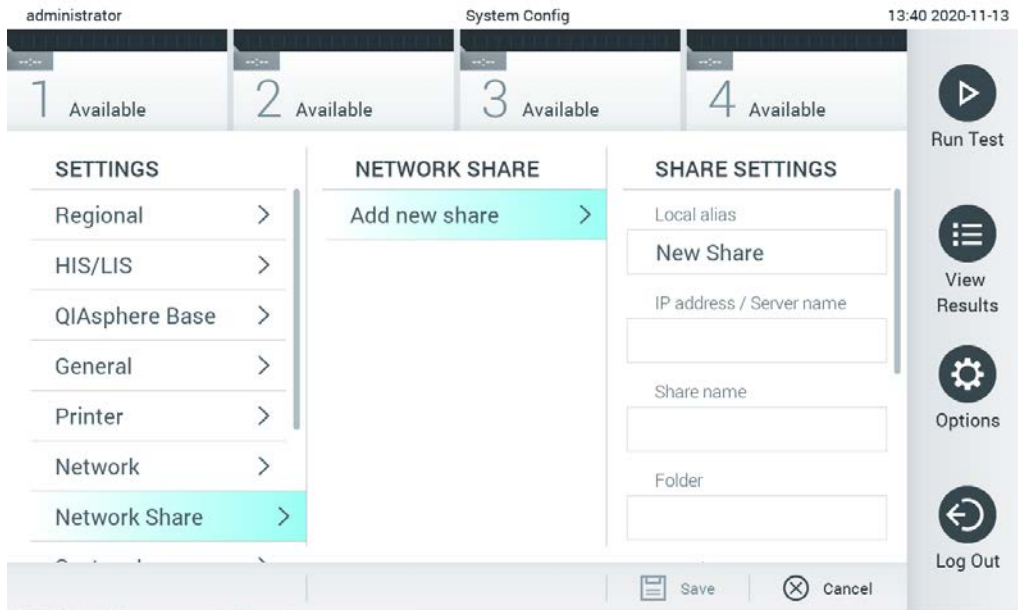

Abbildung 69. Hinzufügen einer Netzwerkfreigabe.
3. Drücken Sie auf die Schaltfläche Add new share (Neue Freigabe hinzufügen) (Abbildung 69).